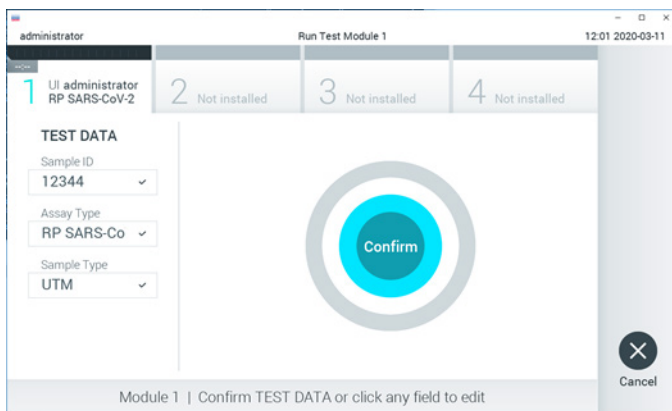

Figura 14. Conferma dell'inserimento dei dati.
17. Quando tutti i dati visualizzati sono corretti, premere Confirm (Conferma). Se necessario, selezionare il campo appropriato per modificarne il contenuto o premere Cancel (Annulla) per annullare il test (Figura 14).